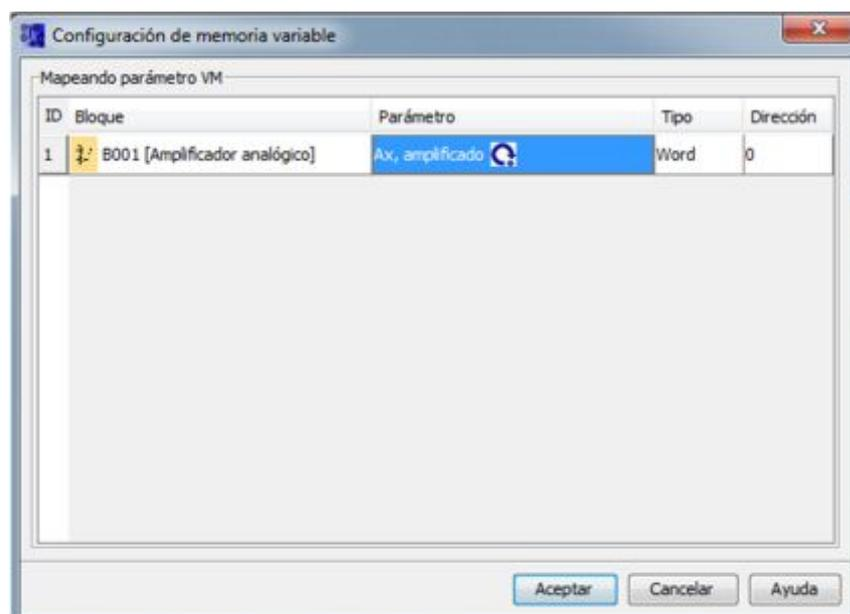

FIGURA 116: Configuración de memoria de la variable.
- Dentro de configuración de memoria variable, seleccionar B001 [amplificador analógico] (FIGURA 116).
- Debajo de “parámetro” dar doble clic, para que aparezca Ax, amplificada con la dirección de la variable. (FIGURA 116).